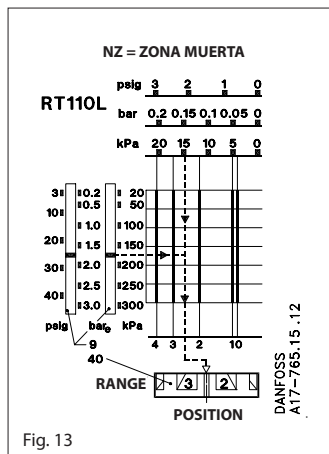

Fig. 13
Es el intervalo en la variable controlada donde no se produce repuesta del elemento de corrección. Véase fig. 13.
El rango se ajusta utilizando el mando de ajuste (5) fig. 8, al mismo tiempo que se observa la escala principal (9). La presión ajustada es la presión de apertura de los contactos 1-4 (véase fig. 13).
La zona neutra requerida puede encontrarse en el diagrama de la unidad. La posición en la cual el disco de zona neutra (40) debe ser ajustado puede ser leída en la escala inferior del diagrama. El funcionamiento puede verse en la fig. 13.